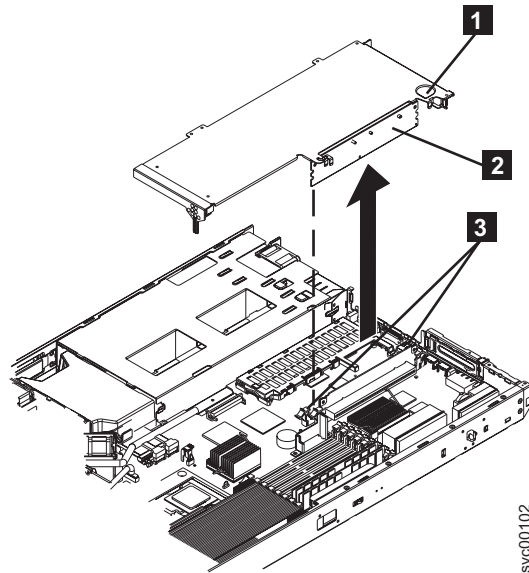

図 144. SAN ボリューム・コントローラー 2145-8F2 または SAN ボリューム・コントローラー 2145-8F4 のスロット 2 アダプター
- a. スロット 2 のライザー・カード (177 ページの図 144の **2**) の両側面にある固定クリップを、ライザー・カードからの接続がなくなるまで下方に押しながら開きます。